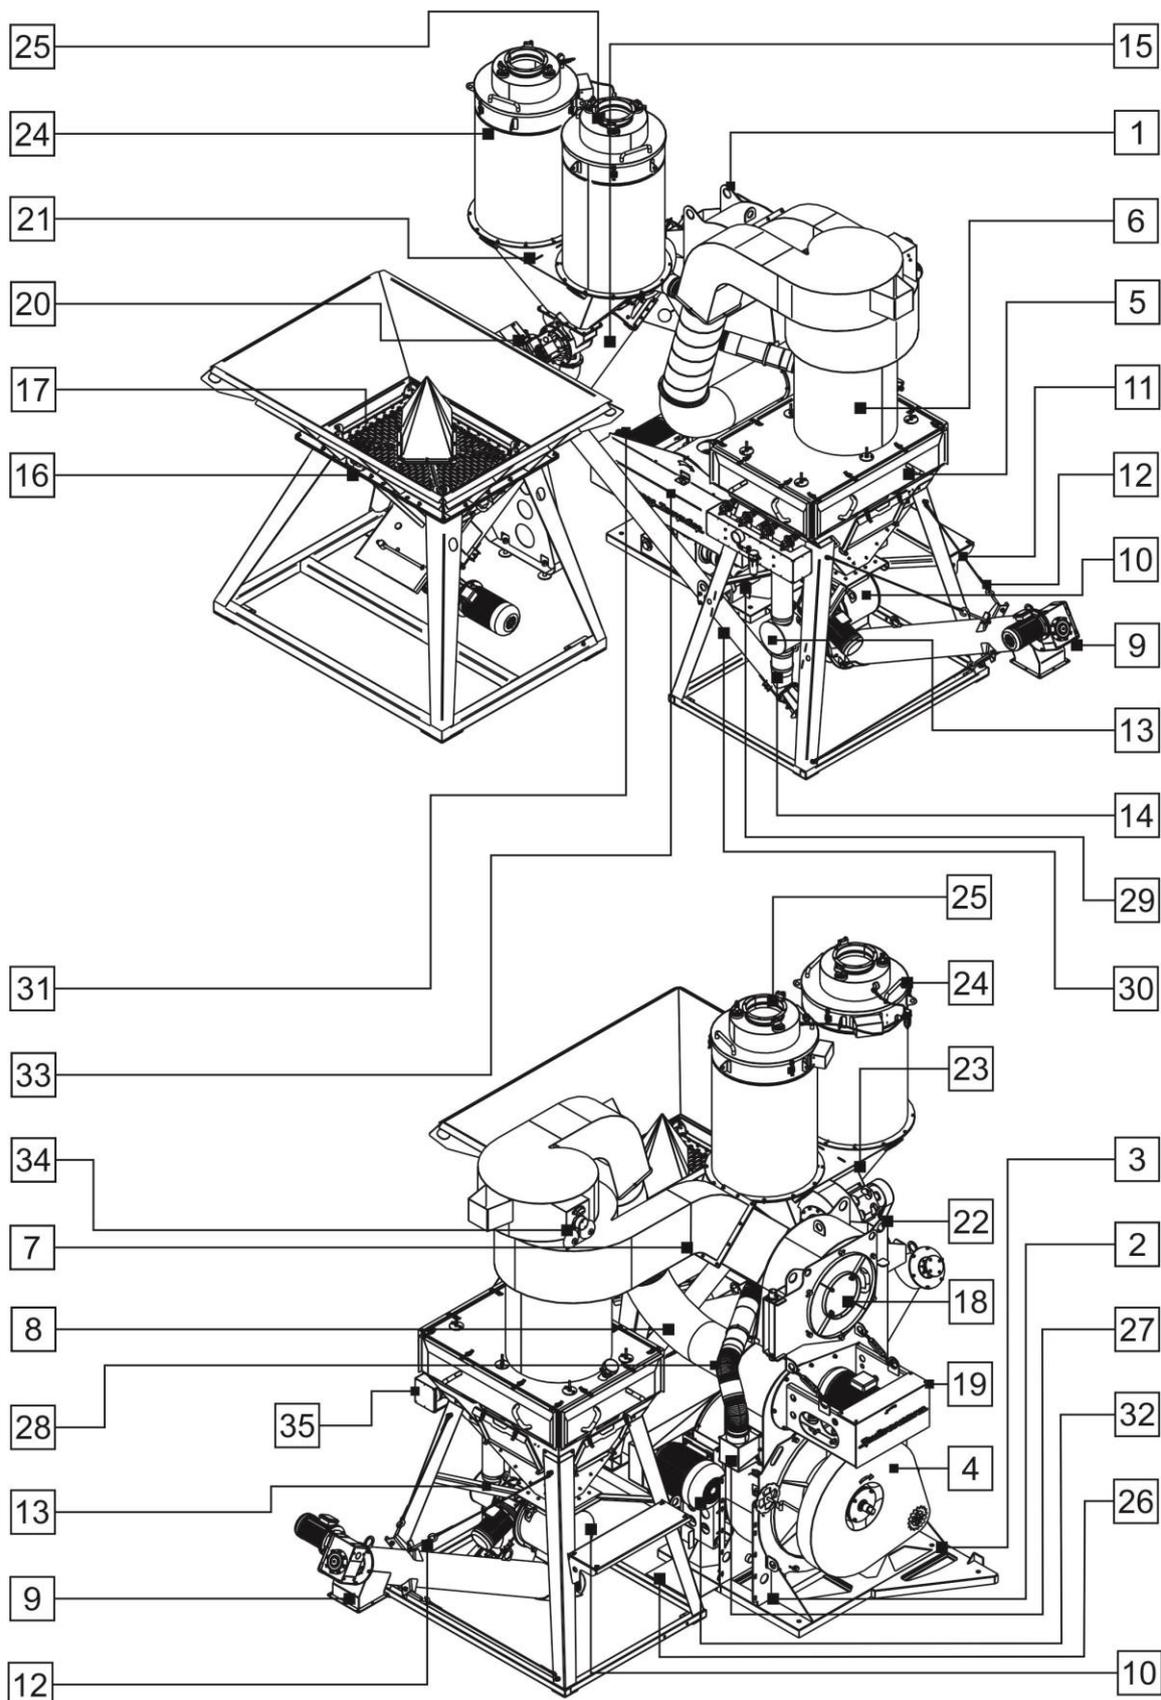
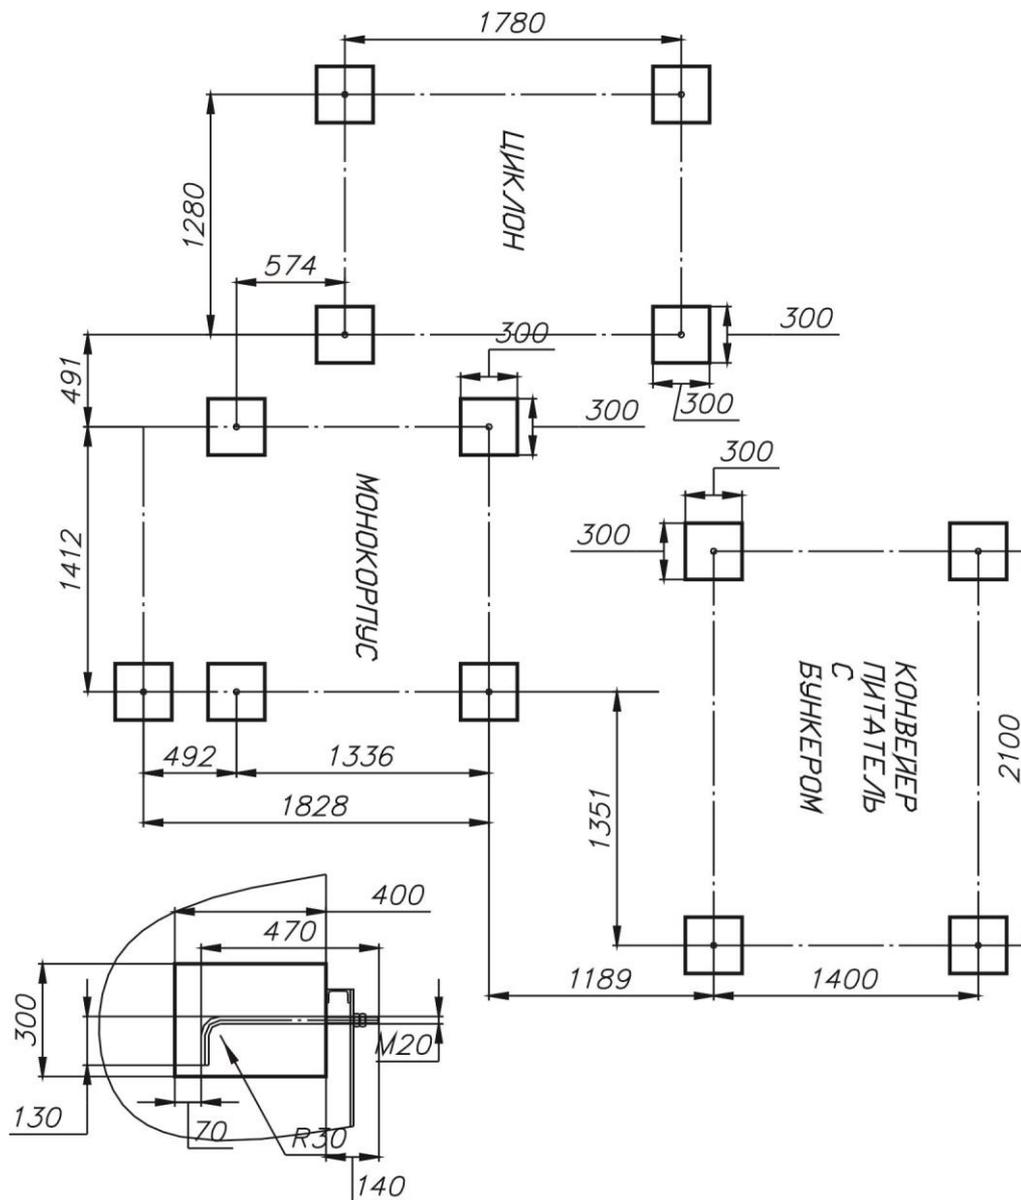

Рис. 23
Рис. 24
Сборку изделия необходимо проводить в следующей последовательности (Рис. 23):
1. Установить монокорпус (1) вертикально на заранее подготовленный фундамент. С помощью болтов присоединить к площадке-основанию (2) направляющую дорожку (3);
2. Площадку-основание (2) необходимо крепить к фундаменту анкерами или фундаментными болтами с усилием на вырывание - 2500 кгс. Межцентровые расстояния отверстий площадки-основания, предназначенные для анкерования, показаны на Рис. 24;
ВНИМАНИЕ: Указанные на Рис.24 межцентровые расстояния отверстий являются справочными и должны уточняться по месту. Для получения точных размеров, конкретной модели изделия, необходимо связаться с технической службой завода-изготовителя.
3. Подсоединить шину заземления к резьбовой шпильке площадки-основания (2);
4. Установить на площадку двери блока элеватора (4) колесную опору (на Рис. 23 не показана). Совместить петли двери блока элеватора (4) с отверстиями петель монокорпуса (1), установить ось, зашплевировать ее. Проверить плавность хода двери блока элеватора (4), прилегание колесной опоры к направляющей дорожке (3). Колесная опора должна опираться на направляющую дорожку, в противном случае необходимо установить проставочные пластины между площадкой двери блока элеватора и колесной опорой;
5. Установить защитный кожух цепной передачи блока элеватора (4);
6. Закрыть дверь блока элеватора (4) и зафиксировать ее штурвалом, а затем резьбовыми прижимами. При затягивании резьбовых прижимов не следует прикладывать чрезмерные усилия, в противном случае уплотнение двери может быть повреждено;
7. Установить раму узла рассеивания (5) в сборе с узлом регенерации сита (35) и датчиком уровня вертикально на заранее подготовленный фундамент, согласно схеме анкерования (Рис. 24);
8. Раму узла рассеивания (5) необходимо крепить к фундаменту анкерами или фундаментными болтами с усилием на вырывание - 2500 кгс. Межцентровые расстояния отверстий рамы, предназначенные для анкерования, показаны на Рис. 24;
9. Подсоединить шину заземления к резьбовой шпильке рамы узла рассеивания (5);
10. Через резиновую прокладку соединить окно входа циклона (6) с фланцем транспортного воздуховода (7), а окно выхода с фланцем возвратного воздуховода (8);
12. Через резиновую прокладку присоединить винтовой конвейер (9) вместе со шлюзовым затвором БГ-20 (10) к фланцу корпуса узла рассеивания (5). Закрепить ванты (11) на крюках (12) и отрегулировать их так
13. Вставить вал шлюзового затвора «крупки» (13) во втулку мотор-редуктора шлюзового затвора БГ-20 (10). Сориентировать шлюзовой затвор «крупки» (13) так, чтобы его патрубки были строго вертикальны. Закрепить шлюзовой затвор «крупки» (13) в данном положении, притянув болтами соединительный элемент «катушка» к корпусу мотор-редуктора шлюзового затвора БГ-20 (10).
14. Соединить верхний патрубок шлюзового затвора «крупки» (13) с патрубком вывода «крупки» корпуса узла рассеивания (5) рукавом (14). Зафиксировать рукав (14) червячными хомутами;
15. Через резиновую прокладку соединить фланец разгрузочного патрубка винтового конвейера-питателя (15) с отверстием монокорпуса (1). Отрегулировать высоту опор конвейера-питателя так, чтобы фланец разгрузочного патрубка был параллелен стенке монокорпуса (1);
16. Установить бункер сырья (16) в сборе с просеивающей виброрешеткой (17) таким образом, чтобы резьбовые шпильки плоского затвора вошли в соответствующие отверстия фланца загрузочного патрубка конвейера-питателя (15). На резьбовые шпильки накрутить гайки и затянуть их. Площадки рамы бункера сырья необходимо крепить к фундаменту анкерами или фундаментными болтами с усилием на вырывание - 2500 кгс. Межцентровые расстояния отверстий площадок рамы, показаны на Рис. 24;
17. Подключить шину заземления к резьбовой шпильке заземления рамы бункера сырья (16):
18. Распашную дверь (18) центробежного классификатора установить на монокорпус (1), совместив отверстия петель. Установить ось и зашплинтовать ее. В отверстия в монокорпусе (1) вставить пластины направляющего аппарата. Закрывать распашную дверь (18), зафиксировать ее резьбовыми прижимами. При затягивании резьбовых прижимов не следует прикладывать чрезмерные усилия, в противном случае прокладка из пористой резины может быть повреждена;
19. Через резиновую прокладку установить на шпильки монокорпуса (1) вентилятор наддува (19), дополнительно закрепив его поддерживающими талрепами. Соединить корпус вентилятора (19) с монокорпусом (1) проводом массы (медной «косичкой»), чтобы они представляли собой единую электрическую цепь;
20. Через резиновую прокладку установить на патрубок винтового конвейера-питателя (15) шлюзовой затвор пыли (20), а на него пирамиду-основание (21) с пылевым вентилятором (22). Зафиксировать на корпусе винтового конвейера-питателя (15) опору (23) пирамиды-основания (21). Проверить горизонтальность плоскости пирамиды-основания (21). Соединить пылевой вентилятор (22) с корпусом винтового конвейера-питателя (15) проводом массы (медной косичкой), чтобы они представляли собой единую электрическую цепь;
21. Надеть на фланцы корпусов фильтров (24,25) кольцевые П-образные уплотнения и установить фильтры (24, 25) на верхнюю площадку пирамиды-основания (21). Затянуть болты, проверить герметичность соединения фильтров (24, 25) с пирамидой-основанием (21). При необходимости допускается использовать герметик для получения пылеплотного соединения;
22. Установить площадку (26), соединив ей площадку-основание (2) с рамой узла рассеивания (5);
23. Через резиновую прокладку присоединить к монокорпусу (1) затворную коробку (27) сброса избыточного воздуха. Затвор открыть на 1/3 его полного хода. Собрать и закрепить воздухопровод (28), соединив им затворную коробку (27) с входом пылевого вентилятора (22);
24. Между стоек узла рассеивания (5) установить штангу (29). На штангу (29) сверху надеть крюк корпуса винтового конвейера «крупки» (30). Верхнюю стойку винтового конвейера «крупки» (30) закрепить на ушках патрубка винтового конвейера-питателя (15). Эластичными рукавами соединить выход винтового конвейера «крупки» с патрубками конвейера-питателя (15) и шлюзового затвора «крупки» (13);
25. На двигательные площадки установить электродвигатели (31), (32) в сборе с ведущими шкивами. Проверить параллельность канавок ведущих шкивов относительно ведомого шкива амортизационного блока. Для проверки следует использовать линейку или натянутую струну. При обнаружении плоскопараллельного, горизонтального или вертикального перекосов, их следует устранить путем регулирования положения ведущих шкивов на валах электродвигателей (31), (32) и (или) положения самих электродвигателей относительно двигательных площадок. После проверки шкивов, надеть на них клиновые ремни и закрыть передачу защитным кожухом (33);